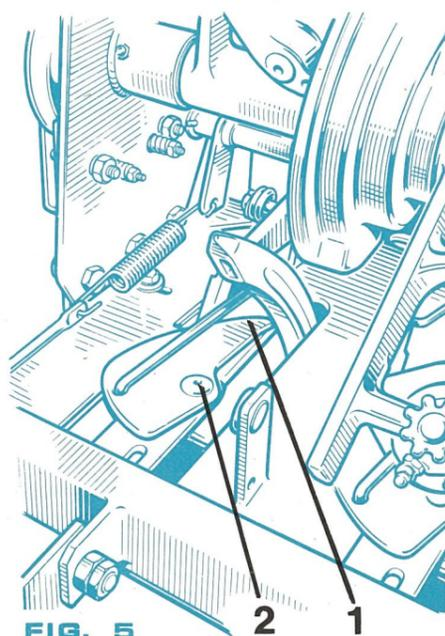

FIG. 5
● S'assurer du parfait fonctionnement des deux guide-ficelle (1 fig. 5). Huiler soigneusement l'articulation (2).